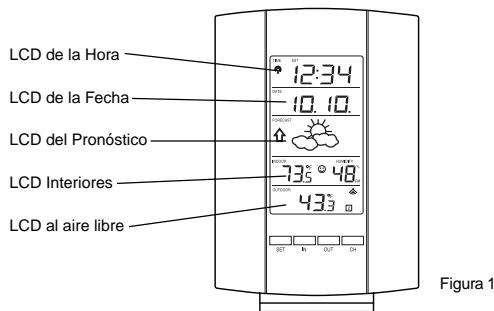

Figura 1
1. La estación meteorológica del tiempo en interiores (Figura 1).